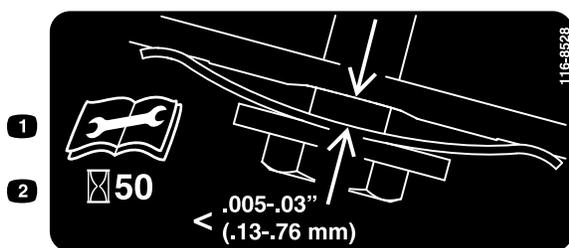

Figura 35
- Coloque um apalpa-folgas regulado entre 0,13 e 0,76 mm contra a parede e deslize-o para baixo por detrás da mola de tensionamento da correia; consulte a Figura 35.